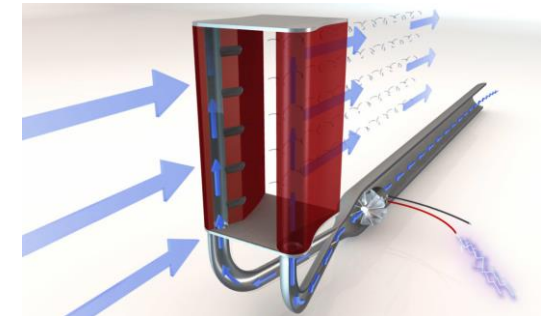

Abbildung 2: AeroMINE-Systems
AeroMINE-Systems (Abb.2): Hierbei werden zwei gekrümmte Tragflächen (ähnlich eines Flugzeugflügels) senkrecht, direkt gegen den Wind ausgerichtet, sodass der Luftdruck auf beiden Seiten der Tragflächen einen Auftrieb erzeugt.
- Abbildung 2: https://edison.media/wp-content/uploads/Pitch_AirPower-1080x675.jpg